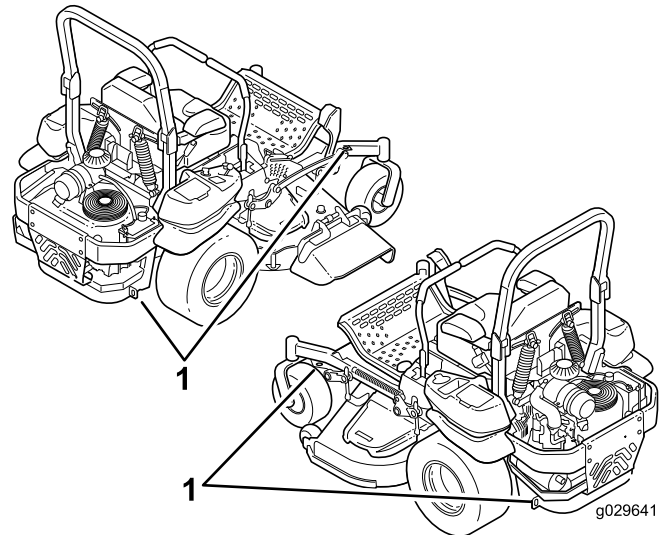

Figure 42
5. Servez-vous des points d'attache de la machine pour l'arrimer solidement sur la remorque ou le véhicule de transport au moyen de sangles, chaînes, câbles ou cordes (Figure 42).